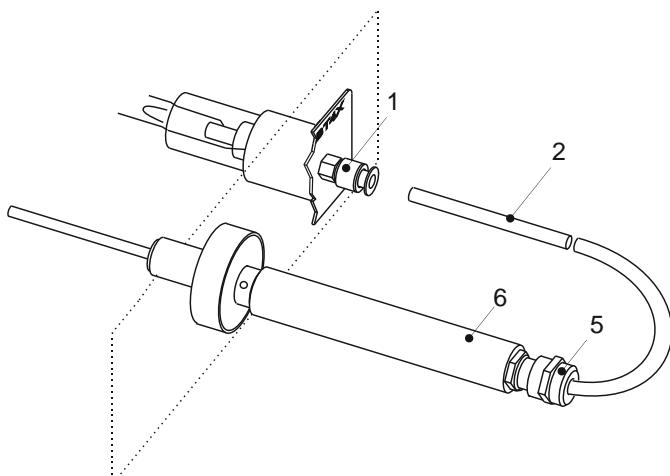
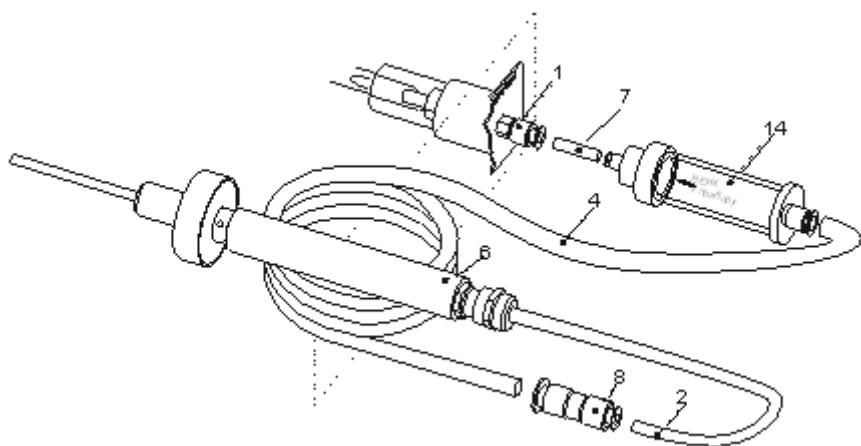

Рис. 1. Схема соединения элементов пробоотборника с газоанализатором
Рис. 2. Схема соединения удлинителя и устройства защиты детектора с газоанализатором
- 1.1. Отсоедините трубку фторопластовую 2 от переходника 1 (рис. 1). Соедините устройство 14 с переходником 1, используя трубку 7 (поставляется с устройством), и с удлинителем, трубку 2 соедините с переходником 8 удлинителя (рис. 2).
2.3. Для проверки чистоты устройства с помощью фторопластовой трубы 7 соедините выход устройства с входным штуцером 1 газоанализатора (см. рис. 2), а вход – с фильтром-поглотителем и включите газоанализатор. Если показания газоанализатора не превышают $5 \text{ мг}/\text{м}^3$, устройство считается пригодным к использованию. Если показания газоанализатора превышают $5 \text{ мг}/\text{м}^3$, следует промыть фильтр повторно и заменить мембрану.